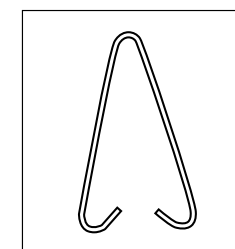
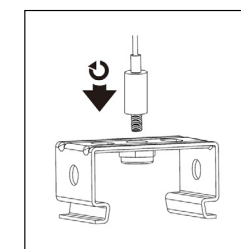

Рис. 5
Рис. 6
- Для установки осветительного прибора на подвесы используйте скобы для подвесного монтажа (рис. 5) или тросовую систему подвеса (рис. 6).
- Для установки осветительного прибора на подвесы используйте скобы для подвесного монтажа (2 шт. – рис. 5) или тросовую систему подвеса (рис. 6).